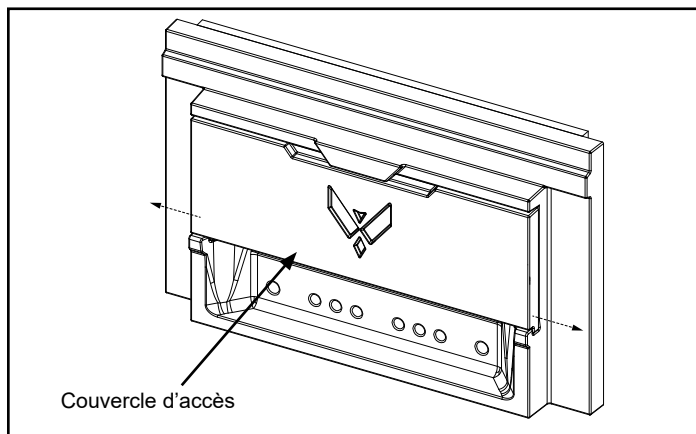

Figure 5.9 – Retirer le couvercle d'accès.
1. Retirez le couvercle d'accès en le faisant glisser doucement vers la gauche ou la droite puis en le tirant par le bord inférieur, Figure 5.9.